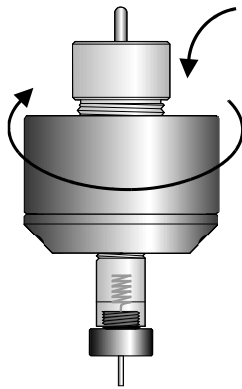

Abb. 25
- Drehen Sie die Druckschraube zuerst vorsichtig mit der Hand, dann mit dem beigelegten Schlüssel fest (siehe Abb. 25).